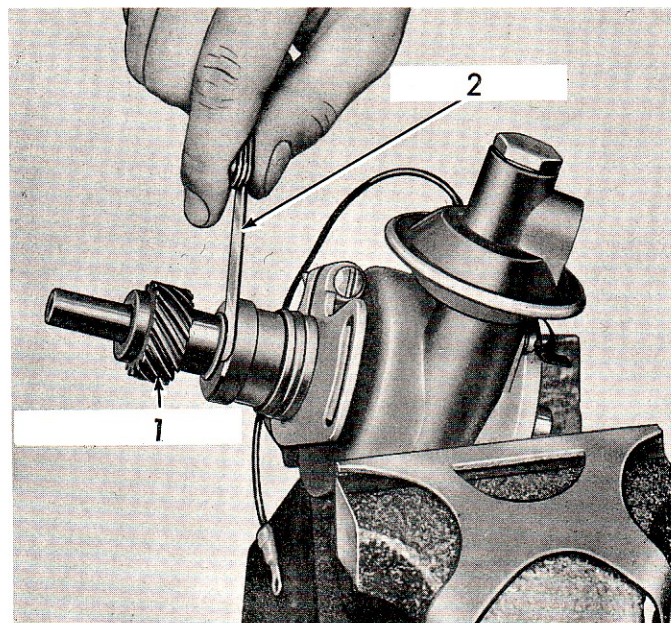

Fig. 69.
6. Vérifier le jeu en bout de l'engrenage d'arbre à l'aide d'une cale d'épaisseur introduite entre l'engrenage et l'embase de l'allumeur (Voir Fig. 69). Voir page 69 les tolérances de ce jeu en bout.